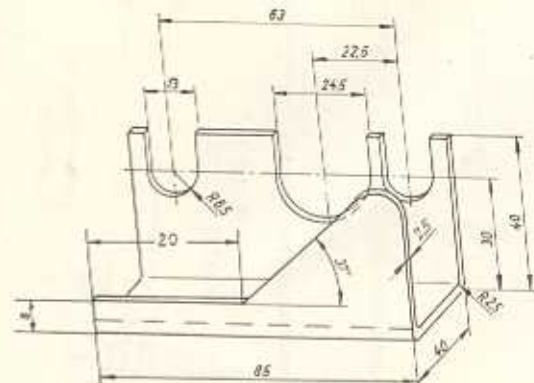
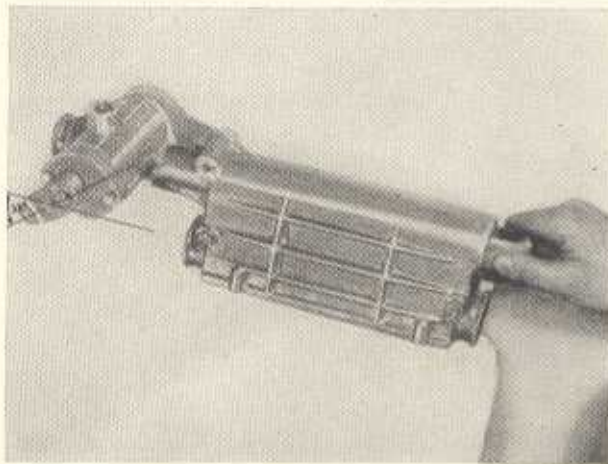

Bild F 24. Einstelllehre für Ritzellausch (Maßskizze)
Bild F 25. Einsetzen der Zahnstange und richtige Stellung des Ritzellansches
- Die Zahnstange, auf der ganzen Länge leicht gefettet, durch die Lenkgehäusebohrung (40 mm Dmr.) in das Lenkgehäuse einführen, bis die Zahnstange am Ritzel anliegt. Ritzellanschl. mit Einstellehre (Bild F 24) in die richtige Lage bringen (abgeflachte Flanschseite nach links, beim Rechtslenkerfahrzeug spiegelbildlich), Zahnstange mit Ritzel in Eingriff bringen und bis zur Mittelstellung einschieben. In Mittelstellung muß die Zahnstange 62 mm aus dem Lenkgehäuse herausragen und dabei der Ritzellanschl. genau senkrecht stehen (Bild F 25) (bei Rechtslenkerfahrzeugen spiegelbildlich).